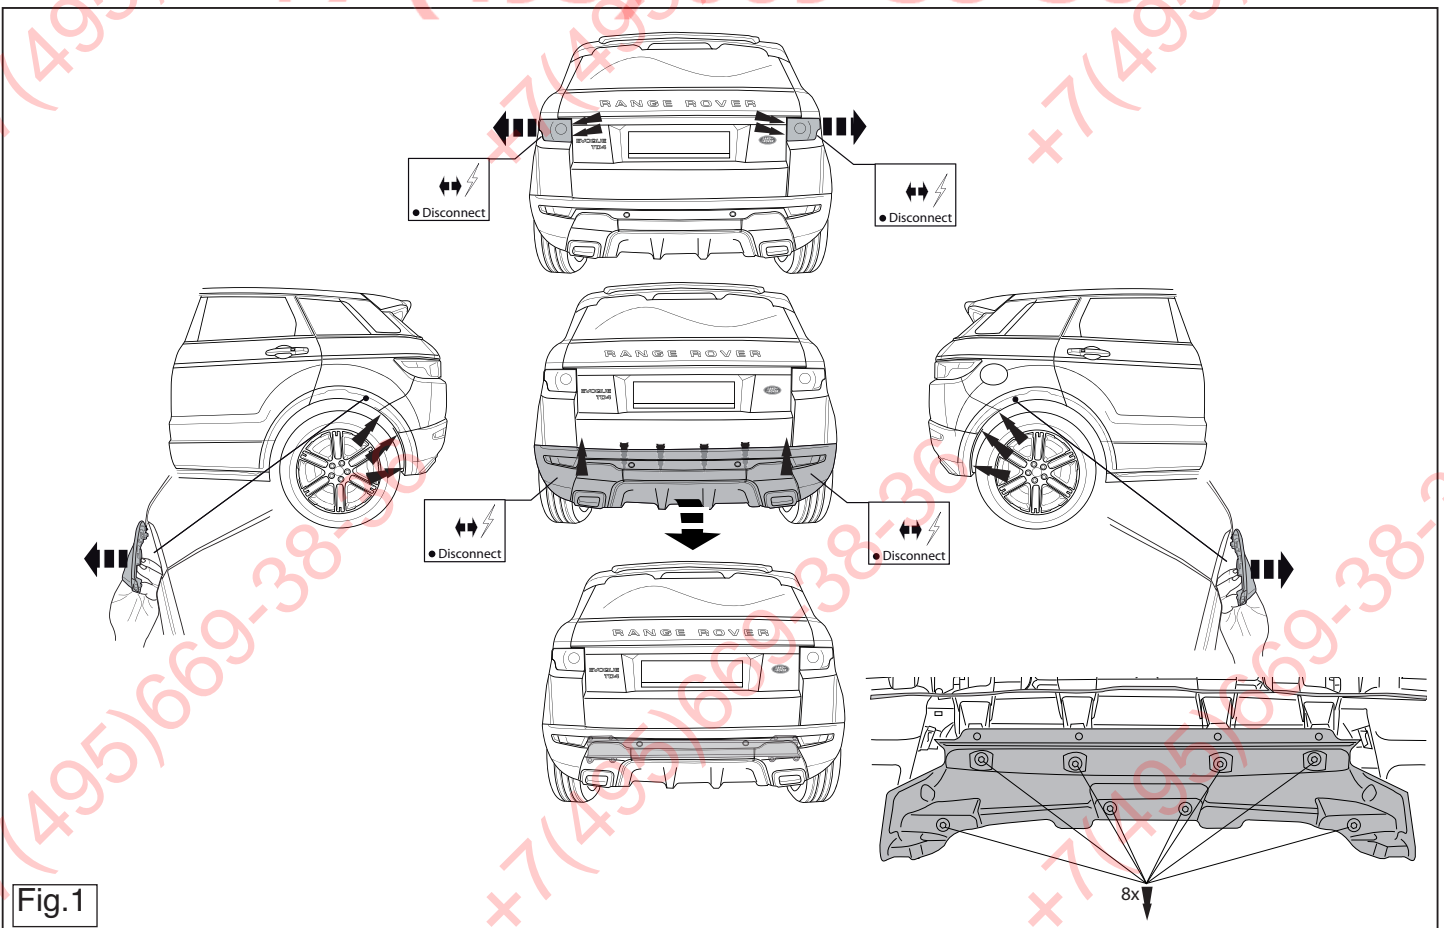

Fig.1
1. Remove the rear-light units. (see fig. 1).
2. Remove the bumper. (see fig. 1).
6. Remove the heat shield from the bumper. (see fig. 1)
1. Demonteer de achterlicht units. (zie fig. 1).
2. Demonteer de bumper. (zie fig. 1).
6. Demonteer het hitteschild uit de bumper. (zie fig. 1)
1. Die Rücklichter abmontieren. (siehe Fig. 1).
2. Die Stoßstange abmontieren. (siehe Fig. 1).
6. Entfernen Sie den Hitzeschild von der Stoßstange. (siehe Fig. 1)
6. Démontez la protection anti-chaleur du pare-chocs. (voir la fig. 1)
1. Démontez les feux arrière. (voir la fig. 1)
2. Démontez le pare-chocs. (voir la fig. 1)
1. Снять оба блока задних фар. (см. рисунок 1)
2. Снять бампер. (см. рисунок 1)
6. Снять теплозащитный экран с внутренней поверхности бампера. (см. рисунок 1)
1. Demontera bakljusmodulerna. (se fig. 1).
2. Demontera stötfångaren. (se fig. 1).